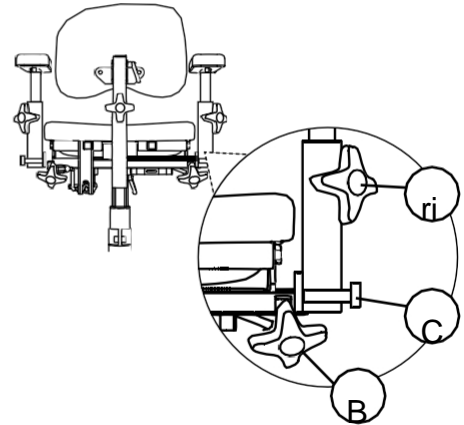

Abb.5.49. Braccioli ribaltabili.
I braccioli ribaltabili sono regolabili in altezza (A) e in larghezza (B) e possono essere ripiegati all'indietro (C), cfr. Fig. 5.49.